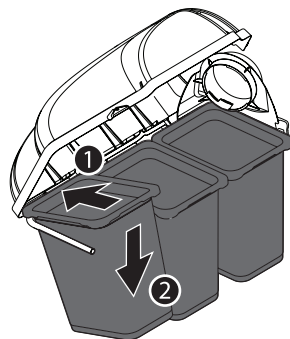

Figura 18
9. Coloque los tres conjuntos de bolsas (664-05104) en el conjunto de colgador insertando primero el borde delantero (1), y luego ajustando el borde posterior hacia abajo hasta que calce en el conjunto (2) como se muestra en la Figura 18.